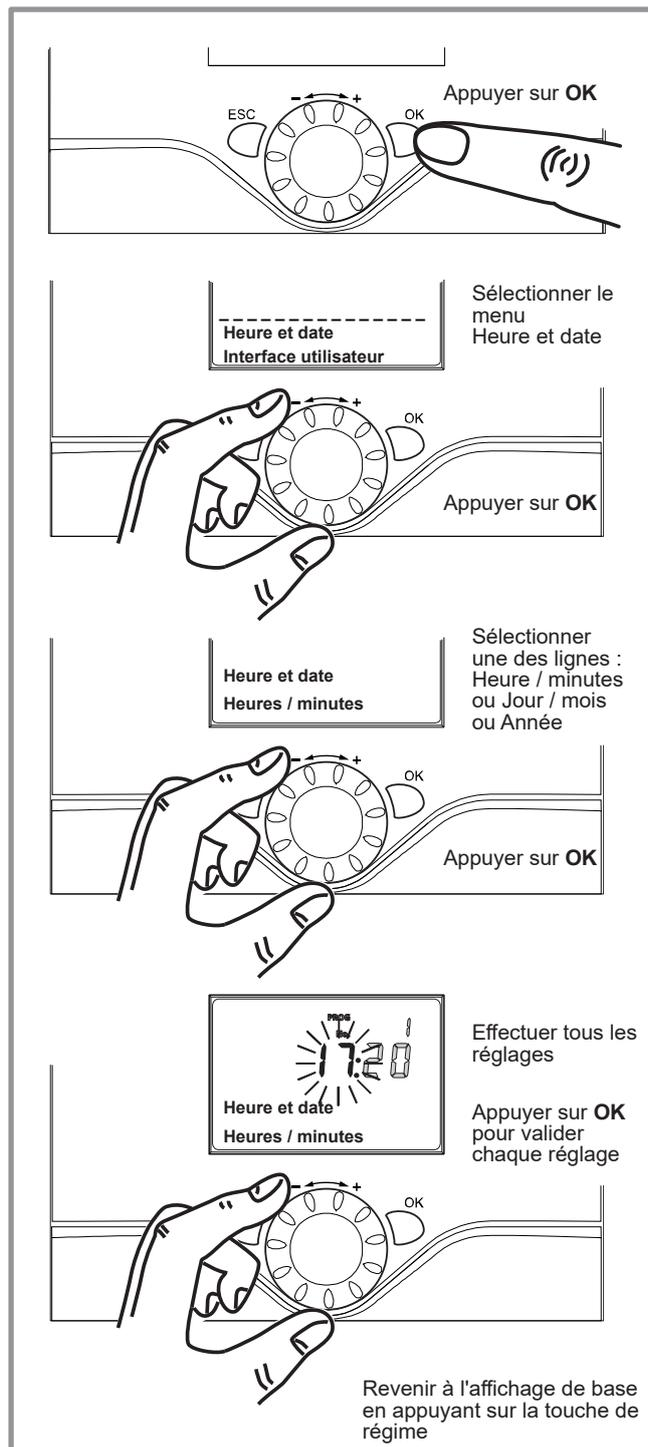

figure 7 - Réglage de l'heure et de la date
- Régler l'heure et la date en cours (fig. 7).